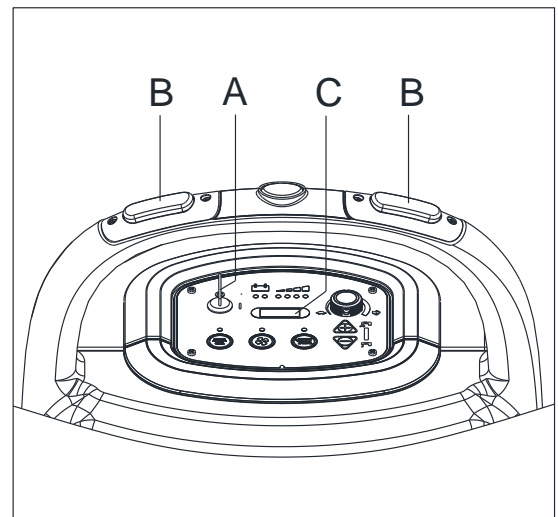

Figura 22
1. Gire la llave de ignición (A, Figura 22) a la posición «I».
2. Pulse el interruptor (B) y compruebe el cronómetro (C) para ver el número total de horas de trabajo (fregado/secado) realizadas por la máquina.
3. Pulse el interruptor (B) otra vez.
4. Gire la llave de ignición (A) a la posición «0».
1. Gire la llave de ignición (A, Figura 22) a la posición «0».